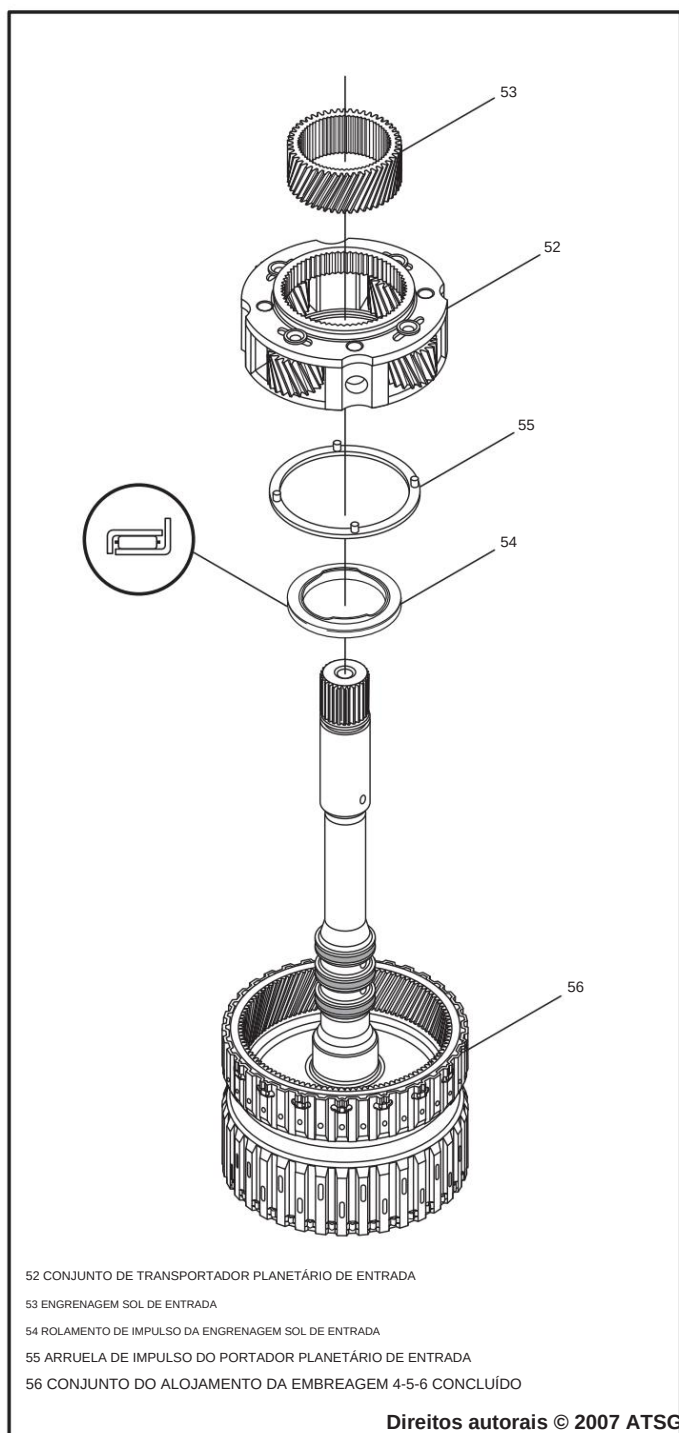

Figura 160
16. Instale o rolamento de encosto da engrenagem solar de entrada na carcaça da embreagem 4-5-6 na direção mostrada na Figura 160.